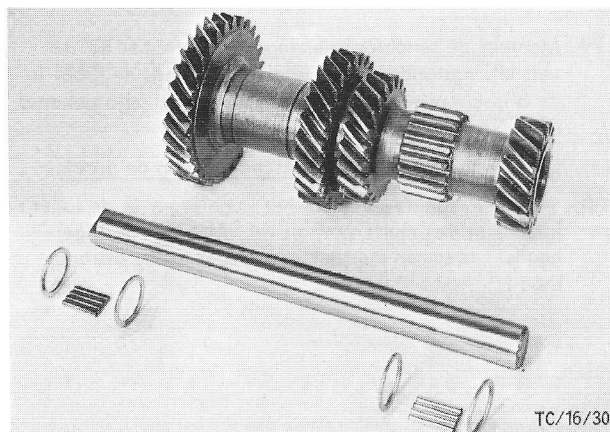

Fig.102 Torentandwielgroep met as, vulringen en lagernaalden.
37. Neem de dummy-as uit de torentandwielgroep. Verwijder de 22 lagernaalden en de 2 vulringen uit beide uiteinden van de torentandwielgroep (fig.102).